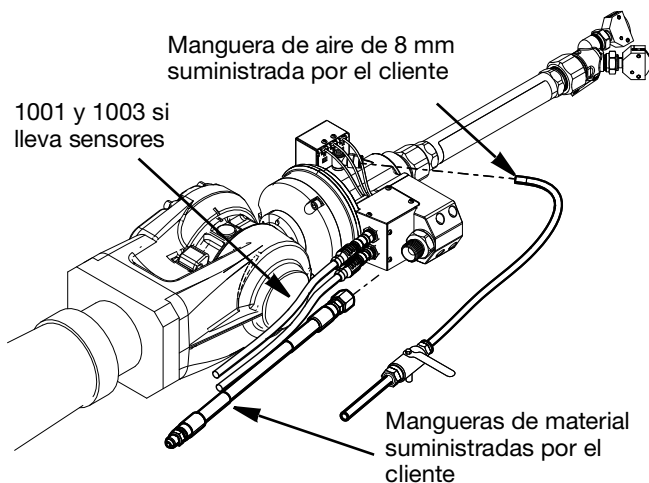

FIG. 10
4. Desenchufe los conectores de los cables desenroscando el accesorio de conexión del conector del cable de 5 clavijas (1001) o del conector de 8 clavijas (1003), de estar equipado. Consulte la FIG. 10.